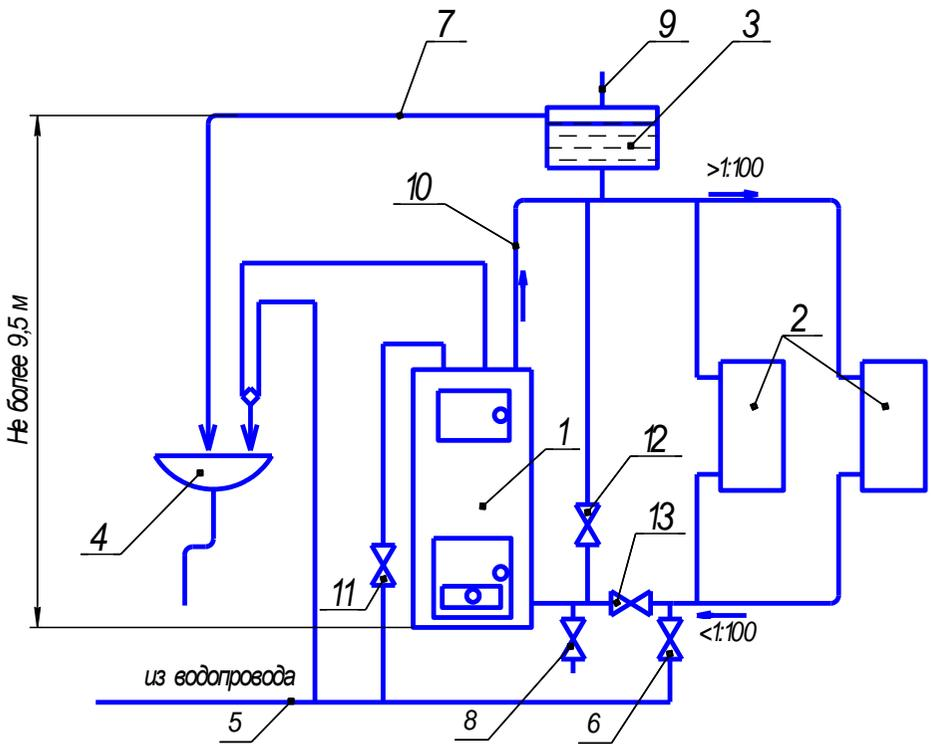
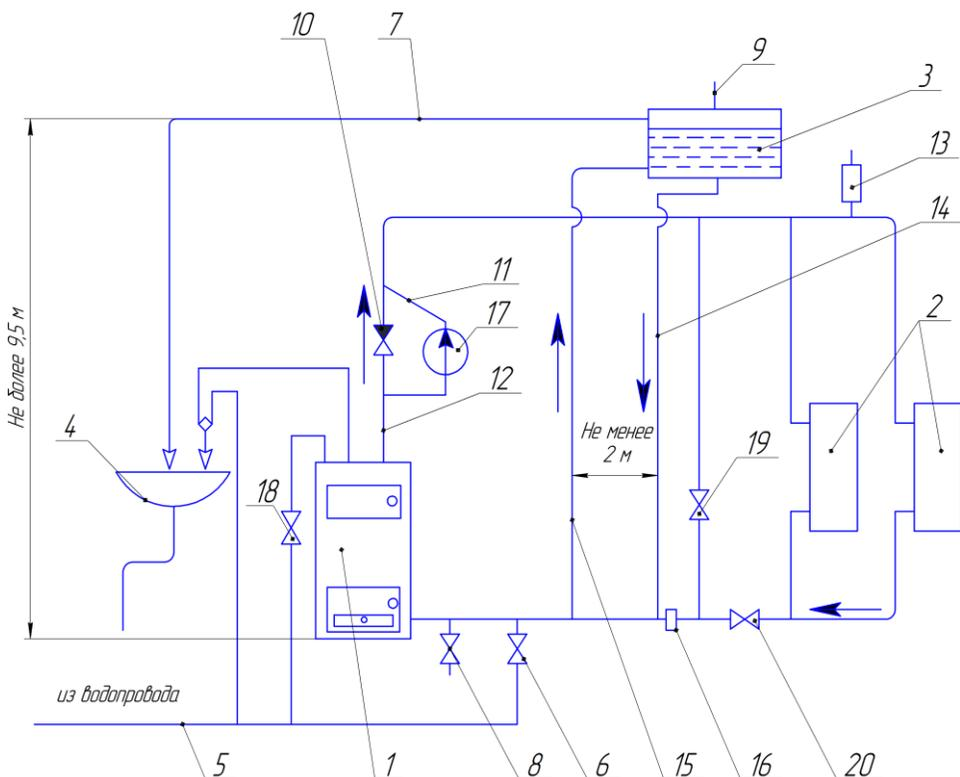

Рисунок 6.4 - Схема присоединения котла с водоподогревателем к отопительной системе с естественной циркуляцией.
Рисунок 6.5 - Схема присоединения котла с водоподогревателем к отопительной системе с искусственной циркуляцией.
6.8 При необходимости, для создания циркуляции горячей воды в системах отопления, можно использовать циркуляционный насос, например ЦН-25-6 (ЦН-32-6) (рисунок 6.3 и рисунок 6.5).
8.2 При длительном водозаборе горячей воды целесообразно увеличить форсировку котла и довести температуру воды в котле до 85-90°C, для этого необходимо пробковый кран 12 рисунок 6.4 (19 рисунок 6.5) открыть, кран 13 рисунок 6.4 (20 рисунок 6.5) закрыть. При этом перекрывается система отопления. После окончания водозабора горячей воды и для восстановления циркуляции воды в системе отопления пробковый кран 13 рисунок 6.4 (20 рисунок 6.5) открыть, а кран 12 рисунок 6.4 (19 рисунок 6.5) закрыть. Для обеспечения длительного водозабора с постоянными параметрами воды котел должен работать в стационарном режиме (постоянной форсировкой топки при сжигании твердого топлива).
8.3 При использовании горячей воды в зимнее время кран 12 рисунок 6.4 (19 рисунок 6.5) не открывать на длительное время во избежание замерзания воды в системе отопления.